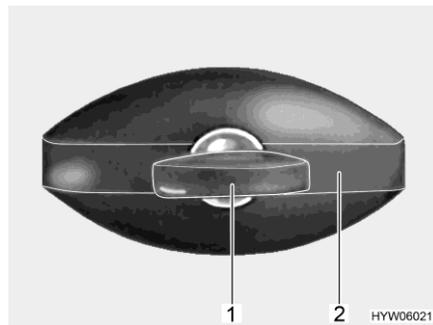

Fig. 33 Serratura dello sportello (ellittico, chiuso)
- Inserire la chiave nel cilindro della serratura (Fig. 33,1) e ruotare in senso antiorario di un quarto di giro. La maniglia della serratura (Fig. 33,2) scatta all'infuori.